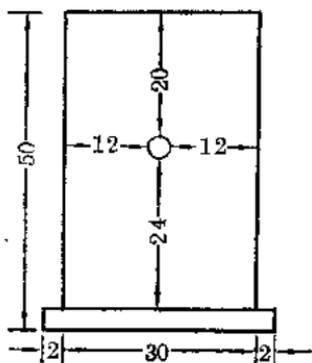

图 2
2. 碳精棒支架: 用  $50 \times 30 \times 4$  (毫米)3 木板二块, 在两块木板中间的另一位置(按图 2 尺寸所示)各开  $\phi 6$  毫米小孔一个, 以便将碳精棒插入孔内。木板下端粘  $2 \times 2$  (毫米)2 木条, 两端各露出 2 毫米。